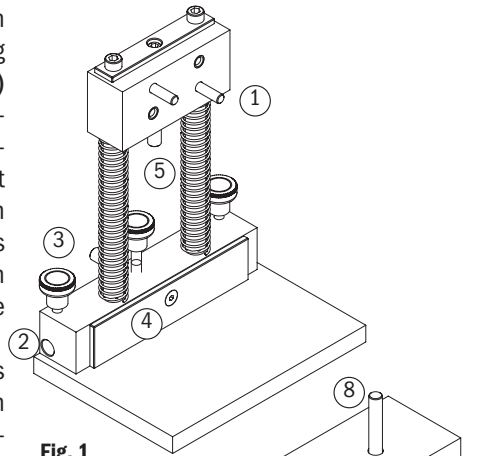
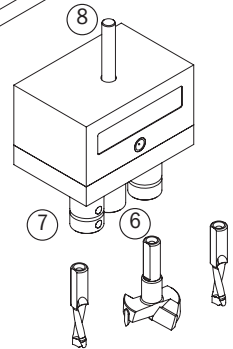
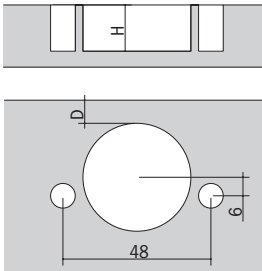
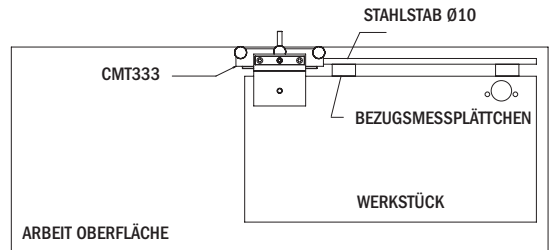

Fig. 1
Fig. 2
Fig. 3
Fig. 4
Je nach Scharniermodell den entsprechenden Werkzeugkopf (**Abb. 2**) auf der Universalhalterung (**Abb. 1**) mit den 2 hinteren Befestigungsschrauben (1) montieren. Das Bohrsystem auf einem für die Bearbeitung geeigneten Arbeitstisch positionieren. Eine Stahlstange mit  $\varnothing 10\text{mm}$  und für die auszuführende Arbeit geeigneter Länge besorgen und in das seitliche Loch (2) stecken, den Referenzanschlag einstellen und alles mit den zwei Handrädern (3) blockieren, und auf dem Tisch ein oder zwei Referenzunterlagen befestigen, je nach Länge des anzubohrenden Werkstücks (**Abb. 4**). Die Bohrabstände (**Abb. 3**) einstellen: vom Rand des Panels zum Scharnier (D) mit Platte und mittlerem Handrad (4) und die Bohrtiefe (H) mit der Gewindestange und Befestigungsmutter (5) einstellen und zum Schluss das anzubohrende Werkstück (**Abb. 4**) positionieren. Danach auf den 3 Spindeln die für den gewählten Kopf passenden Werkzeuge montieren: auf der mittleren Spindel (6) das rechtsdrehende Werkzeug für Scharniere  $\varnothing 35\text{mm}$ , auf den 2 seitlichen Spindeln (7) die linksdrehenden Werkzeuge für nicht durchgehende Löcher  $\varnothing 8\text{mm}$  oder  $\varnothing 10\text{mm}$  (je nach Scharnertyp), die mit den 2 Stiften festgestellt werden (**Abb. 2**).